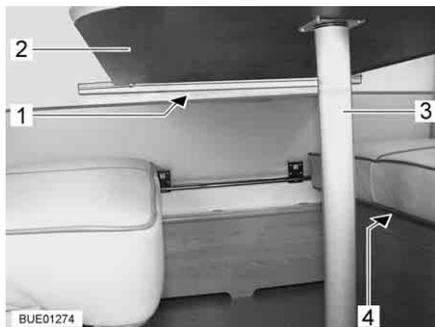
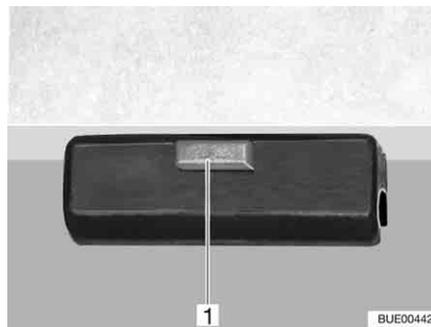

Fig. 82 Table suspendue avec pied de table amovible
Fig. 83 Dispositif de verrouillage
- Soulever légèrement le plateau de table (Fig. 82,2) à l'avant.
- Dévisser et retirer le pied de la table (Fig. 82,3).
- Appuyer sur le bouton de déverrouillage (Fig. 83,1) sur le dispositif de verrouillage (Fig. 82,1).
- Poser le plateau de table dans les réceptions (Fig. 82,4) sur les banquettes.